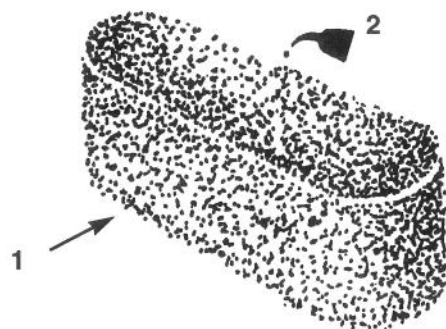

Figure 31
- C. Verser 30 à 60 ml d'huile sur l'élément (Fig. 31). Presser l'élément pour bien répartir l'huile.